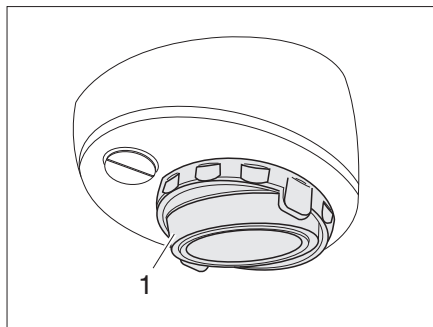

Fig. 180 Lampe halogène rapportée (orientable)
- Soulever prudemment le couvercle (Fig. 180,1) avec un outil approprié (p. ex. tournevis) et le retirer.